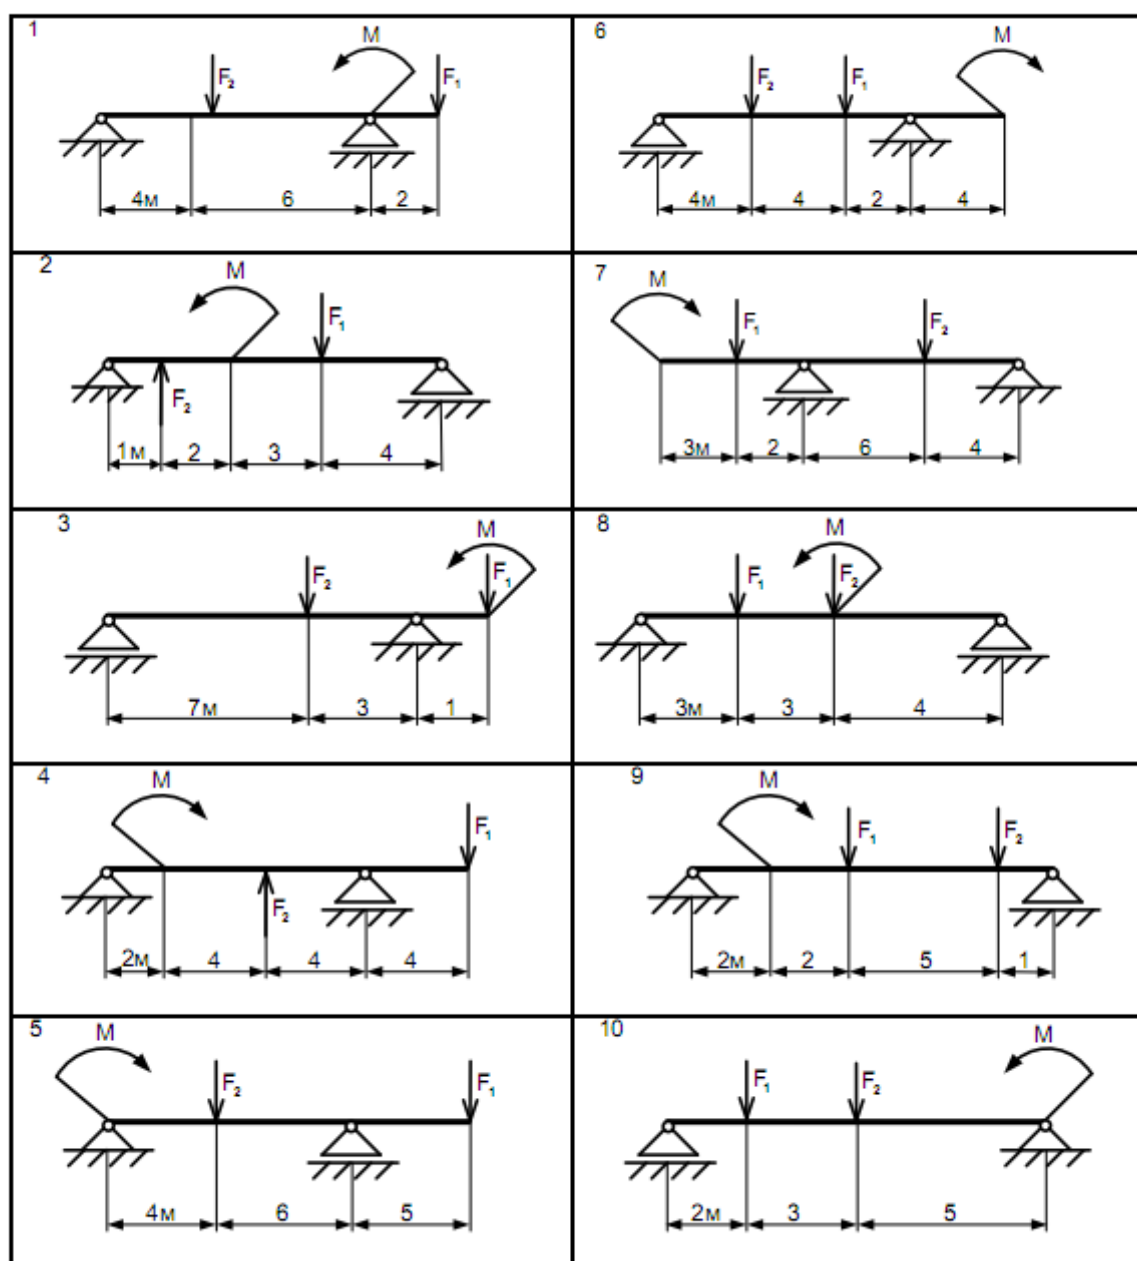

Рисунок 8 Исходные схемы
1. Ознакомиться с заданием рисунок 8.